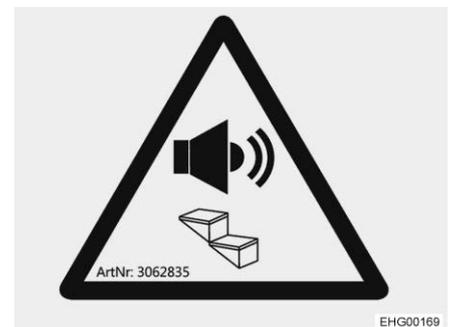

Fig. 7 Autocollant pour le signal acoustique du marchepied
- ▷ Si le marchepied n'est pas rentré correctement et que le contact est mis, un signal acoustique retentit (autocollant voir Fig. 7).